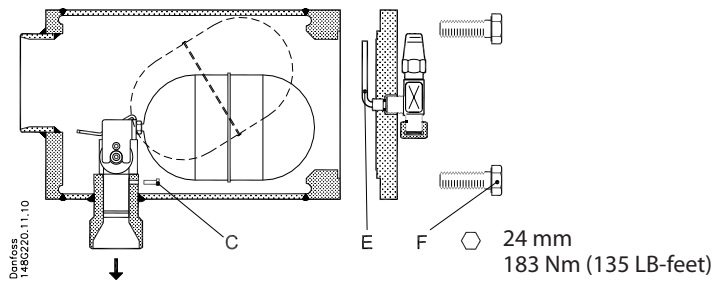

Fig. 3
Remove welding debris and any dirt from pipes and valve body before assembly. Replace float assembly in the outlet branch and tighten the screw pos. C (fig 3). Check that the float assembly has gone all the way down the outlet connection and that the float ball is positioned in the middle of the housing, so it can move without any restriction.
NB! The ventilating pipe pos. E (fig 3) has to be placed vertically up-wards.
Use a torque wrench to tighten the screws pos. F (fig. 3). Tighten with torque of 183 Nm (135 Lb-feet).
Retirer les résidus de soudure et les salissures des conduites et du corps du flotteur avant de procéder au montage. Replacer le flotteur dans le logement de sortie et serrer la vis pos. C (fig. 3). Vérifier que le flotteur est totalement engagé sur le logement de sortie et que le flotteur est positionné au milieu du boîtier de façon à pouvoir se déplacer sans problème.
N. B. ! Le tuyau de purge pos. E (fig. 3) doit être orienté verticalement vers le haut.
Utiliser une clé dynamométrique pour serrer les vis pos. F (fig. 3). Serrer au couple de 183 Nm (135 Lb-feet).